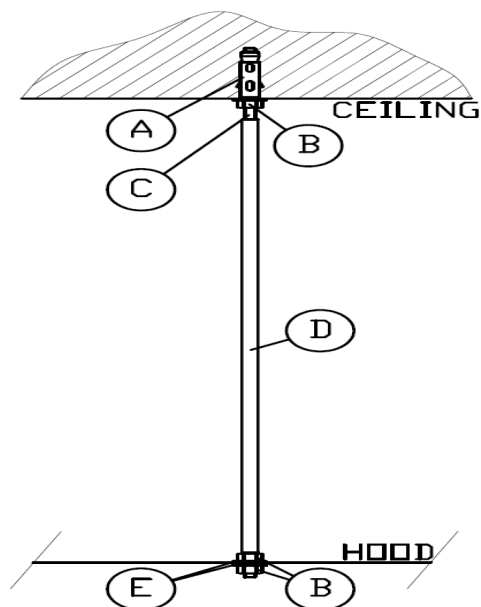

Fig.1
- a) Montaggio con barre filettate ( fig. 1).